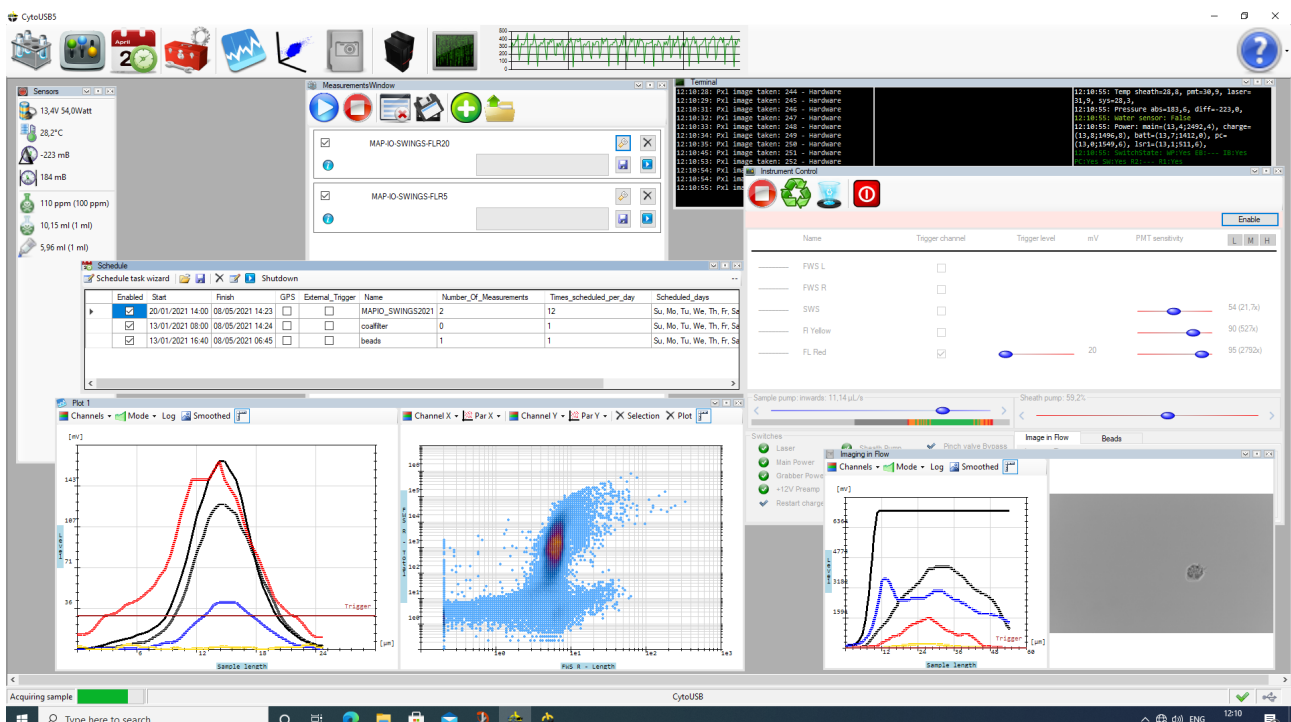

Figure 1: Logiciel d'acquisition du Cytomètre CytoUSB5
- Vérification des capteurs de pression et de température interne (à noter dans le cahier, fig. 1)
- Le liquide de gaine a bien été nettoyé par filtre charbon chaque jour (automatique) (fig. 1 ou Explorateur Windows)
- L'analyse des billes (beads) a bien lieu une fois par jour (automatique) (fig.1 ou Explorateur Windows)